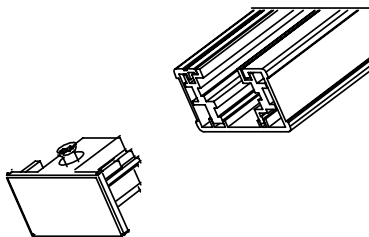

Fig. 10
1. Loosen screw, remove end cap from end of track (Fig. 10).
1. Desserrez la vis, retirez le capuchon d'extrémité de la fin du rail (Fig. 10).